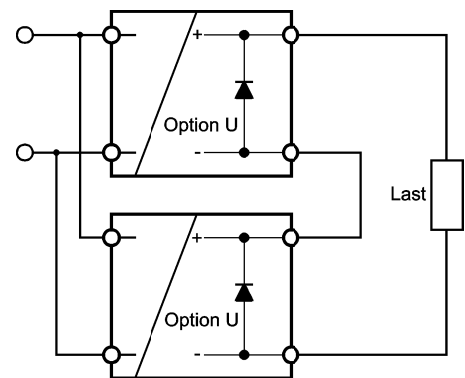

Abb. 4
3. Beim Ausfall einer Versorgung wird deren Ausgang von den anderen Versorgungen mit verpolarter Spannung beaufschlagt. Daher müssen die Ausgänge von in Serie geschalteten Stromversorgungen mit einer Querdioden geschützt werden. Bei Bestellung mit der **Option U** ist diese Diode bereits in den Wandler eingebaut (Abb. 4).